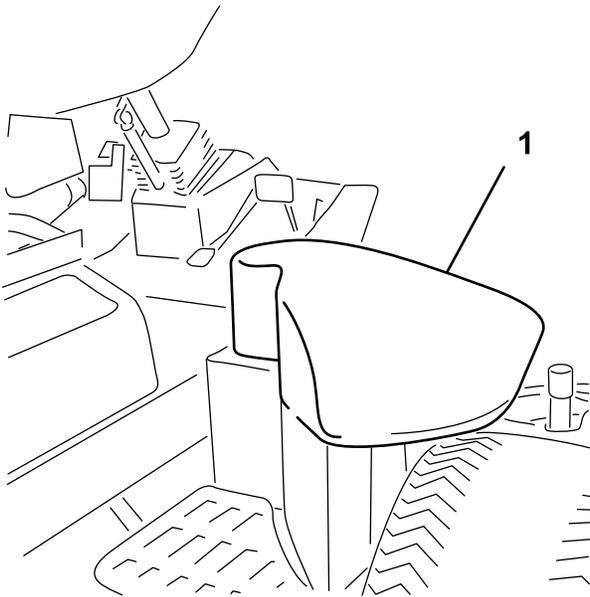

Bild 36
2. Heben Sie rechts an der Maschine die Abdeckung des Hydraulikbehälters an (Bild 36).